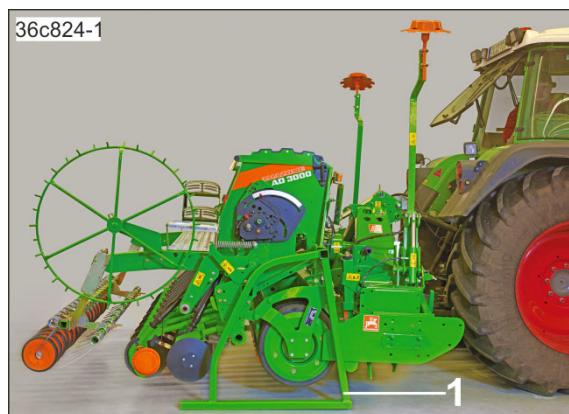

Fig. 131
11. Retirer les béquilles (Fig. 131/1).